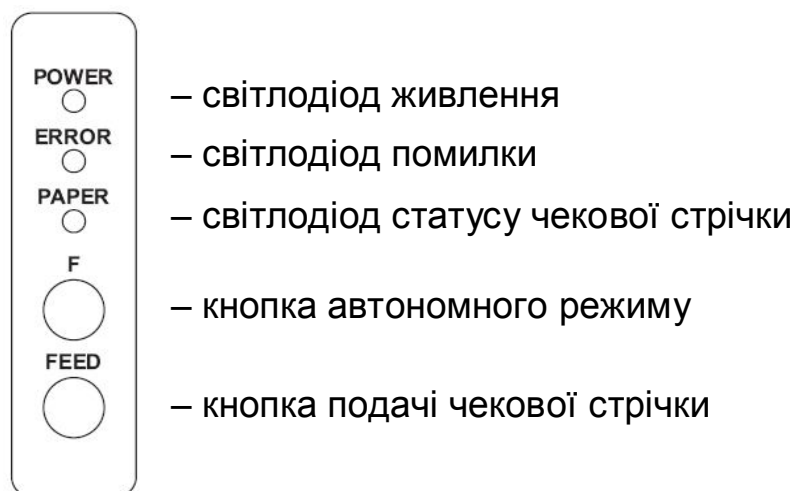

Рисунок 3
- Увімкнути блок живлення в електричну мережу і натиснути вимикач живлення на корпусі ЕККР. Після цього увімкнуться світлодіод «**POWER**» (рис. 3) і підсвічування індикатора, та виконається само-тестування реєстратора. ЕККР готовий до роботи після появи на індикаторі початкової суми. У разі якщо ЕККР видає звуковий сигнал помилки, необхідно вимкнути живлення та перевірити: